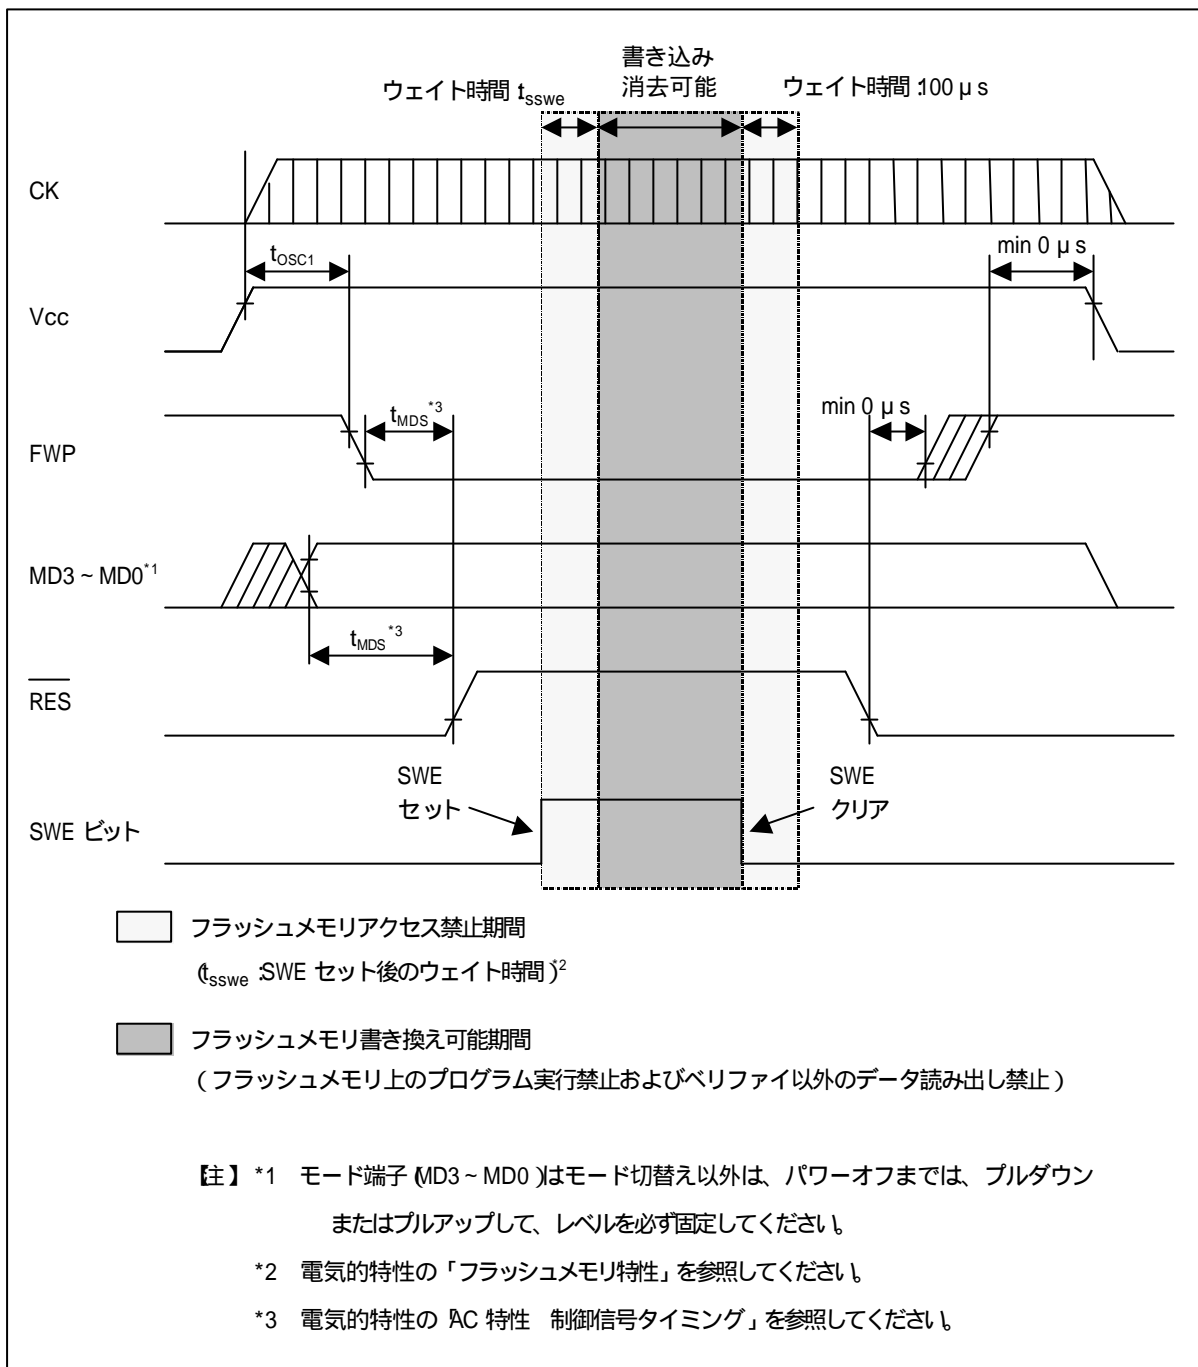
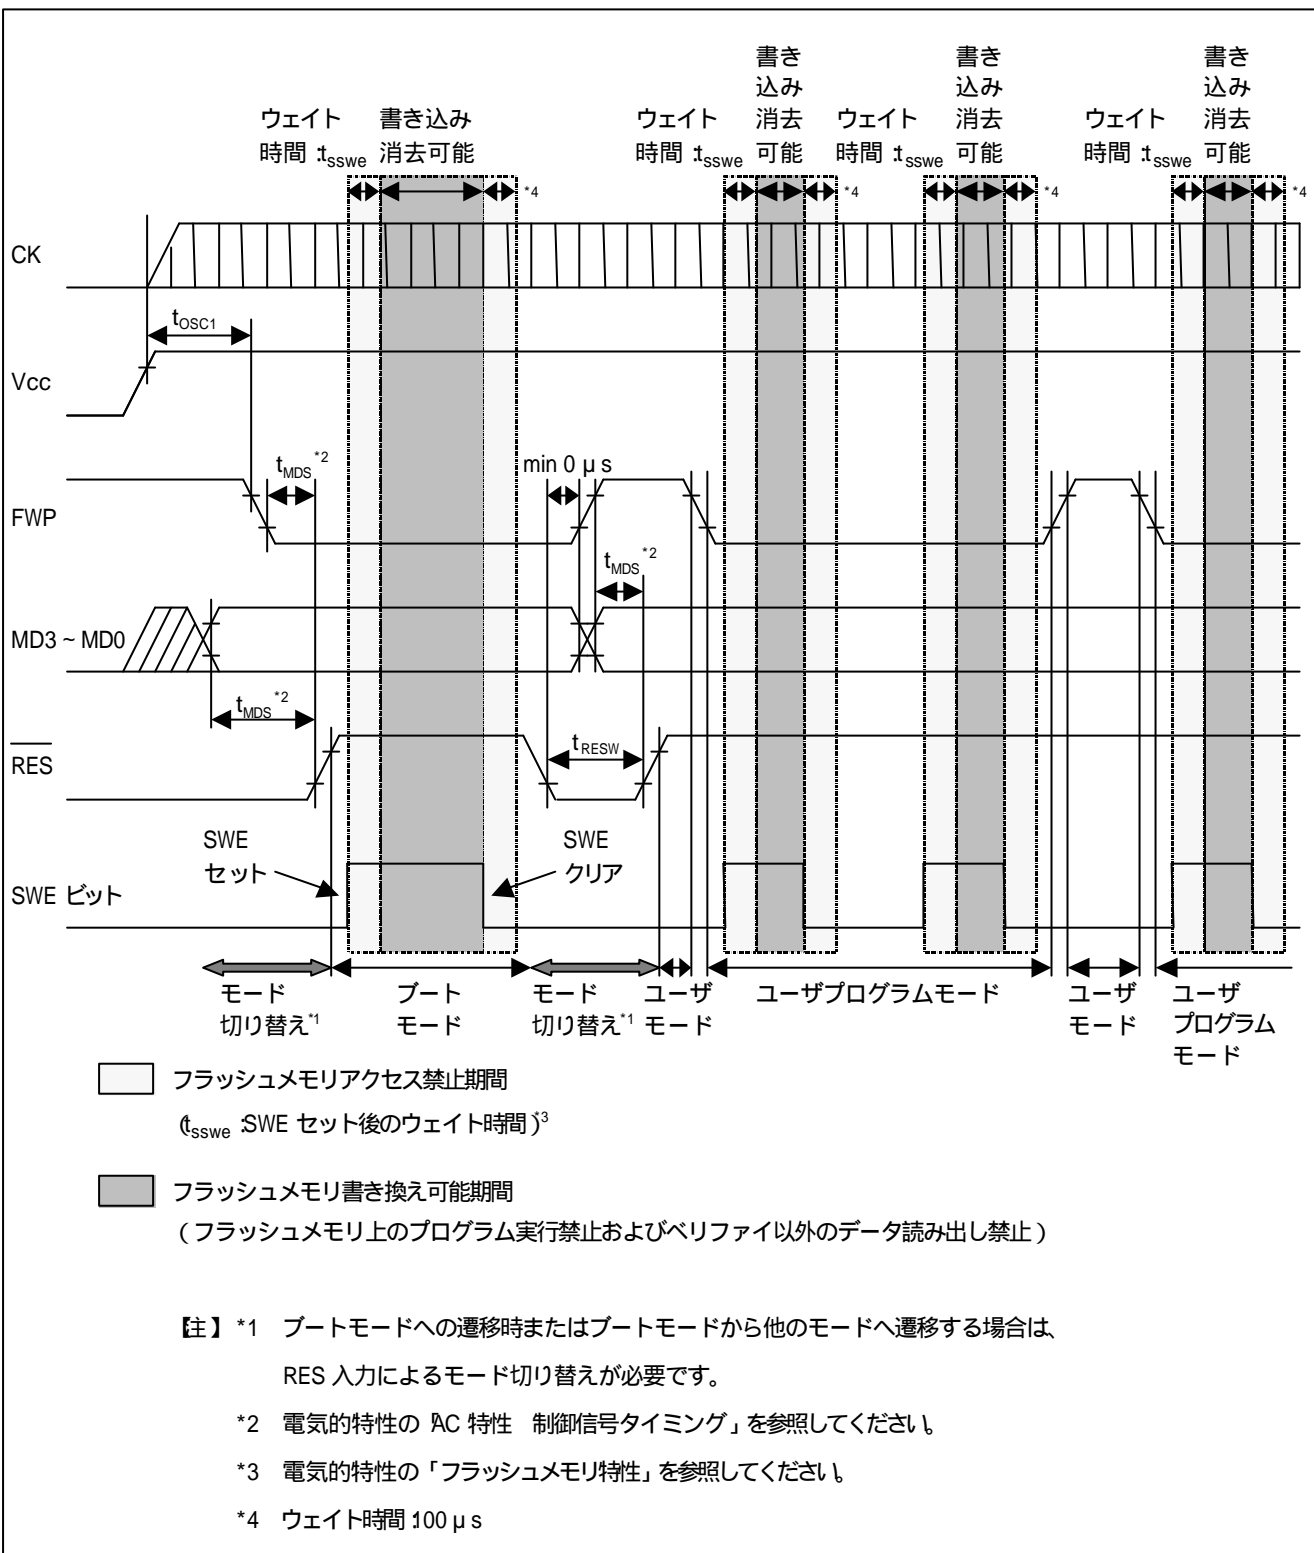

図 1 電源投入/切断タイミング (ブートモード)
図3 モード遷移タイミング (例:ブートモード ユーザモード ユーザプログラムモード)
② 電源投入 / 切断時の注意 (図 1 ~ 図 3 参照)
③ FWP の印加 / 解除の注意 (図 1 ~ 図 3 参照)